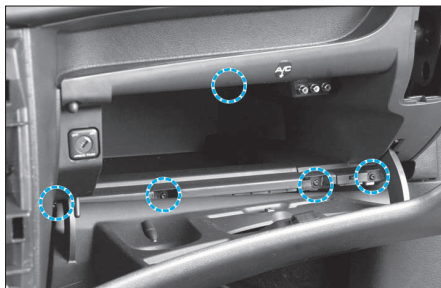

FIG. 6
- Déposer les 5 vis (empreinte Torx de 20) maintenant la boîte à gants (4 situées en bordure, 1 située au niveau du crochet de fermeture) (Fig.6).